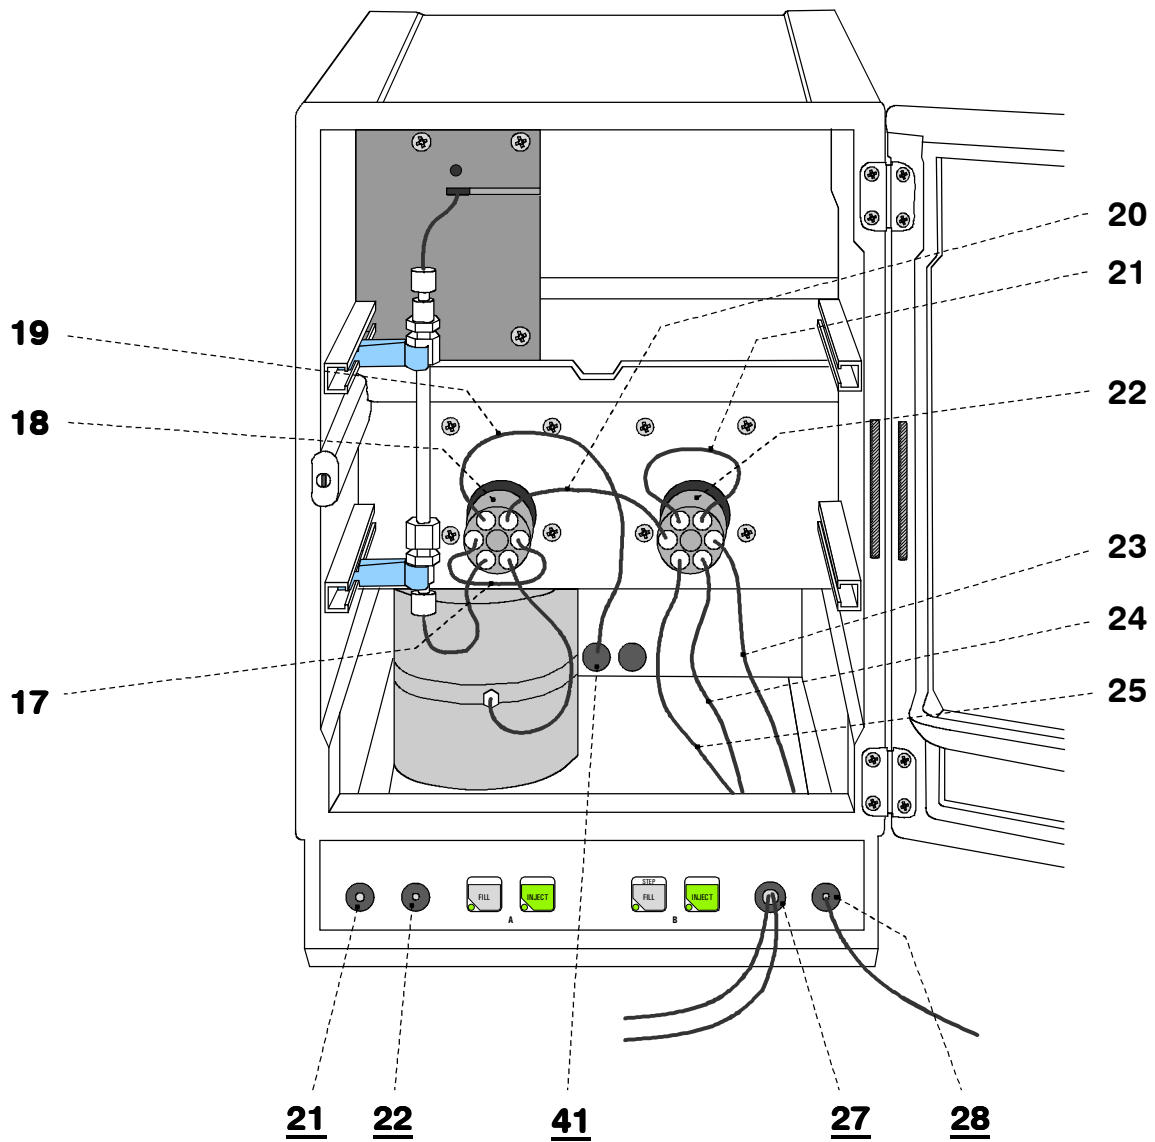
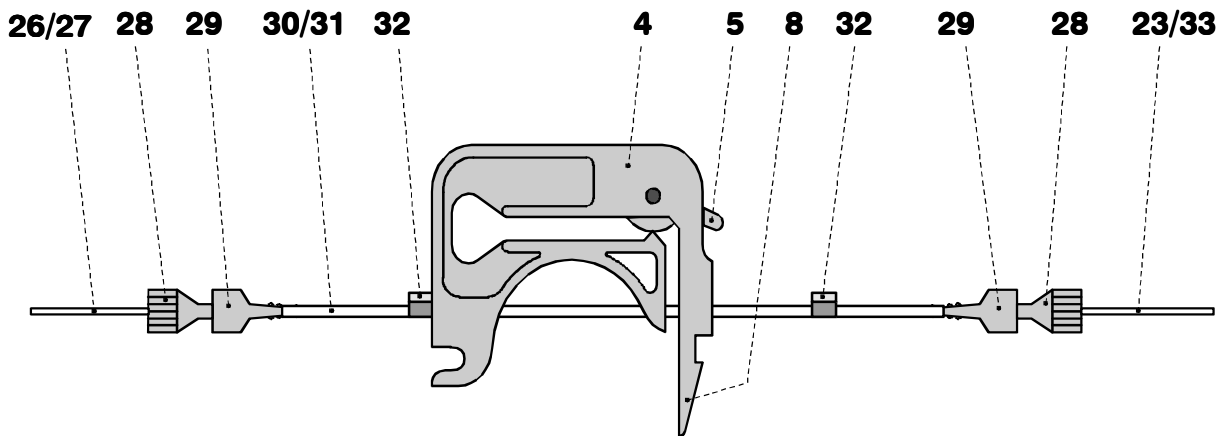
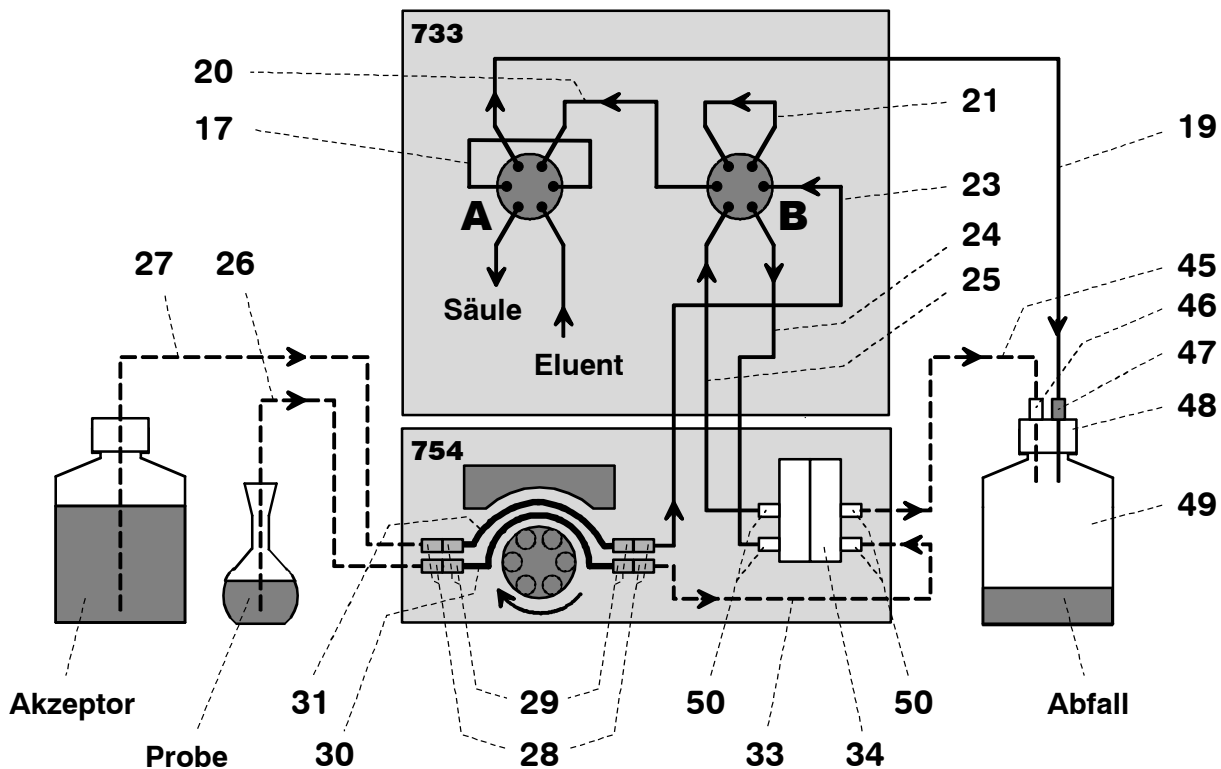

Abb. 5: Innenraum des IC Separation Centers 733.0020
Abb. 6: Montieren der Pumpschläuche
Abb. 8: Schema der Schlauchverbindungen
Das IC Separation Center 2.733.0020 ist vorbereitet für den Betrieb mit zwei IC-Säulen. Für den Betrieb mit der Dialysis Unit 754 muss es folgendermassen umgerüstet werden (siehe *Abb. 5* und *Abb. 8*):
An der Dialysis Unit 754 müssen die Schlauchkassetten mit den Pumpschläuchen montiert werden. Gehen Sie dazu wie folgt vor (siehe *Abb. 5* und *Abb. 8*):
- Pumpschlauch **31** (6.1826.030) für die Förderung der Akzeptorlösung gemäss *Abb. 6* in die erste Schlauchkassette einlegen. Der orange-gelbe Stopper **32** muss dabei in der entsprechenden Halterung auf der linken Seite der Schlauchkassette einrasten.
- Am Ende des aus der Durchführung **28** herausgeführten PEEK-Kapillarschlauchs **23** (siehe *Abb. 5*) eine PEEK-Druckschraube **28** (6.2744.010) montieren und diese auf die Kupplung **29** (6.2744.030) aufschrauben (siehe *Abb. 6*).
- Kupplung **29** auf das Ausgangsende des Pumpschlauchs **31** aufstecken (siehe *Abb. 6* und *Abb. 8*).
- An einem Ende des Ansaugschlauchs **26** eine PEEK-Druckschraube **28** (6.2744.010) montieren und diese auf die Kupplung **29** aufschrauben (siehe *Abb. 6*).
- Kupplung **29** auf das Eingangsende des Pumpschlauchs **31** aufstecken (siehe *Abb. 6* und *Abb. 8*).
- Am Ende des PTFE-Kapillarschlauchs **33** (6.1803.050, $L = 20$ cm) eine PEEK-Druckschraube **28** (6.2744.010) montieren und diese auf die Kupplung **29** (6.2744.030) aufschrauben (siehe *Abb. 6*).
- Kupplung **29** auf das Ausgangsende des Pumpschlauchs **30** aufstecken (siehe *Abb. 6* und *Abb. 8*).
- An einem Ende des Ansaugschlauchs **27** eine PEEK-Druckschraube **28** (6.2744.010) montieren und diese auf die Kupplung **29** aufschrauben (siehe *Abb. 6*).
- Kupplung **29** auf das Eingangsende des Pumpschlauchs **30** aufstecken (siehe *Abb. 6* und *Abb. 8*).
Zum Anschluss der Dialysezelle an das IC-System gehen Sie wie folgt vor (siehe Abb. 8):
- Am Ende des aus der Durchführung **27** herausgeführten PEEK-Kapillarschlauchs **24** (siehe Abb. 5) eine PVDF-Druckschraube **50** (6.2744.000) montieren.
- Am Ende des aus der Durchführung **27** herausgeführten PEEK-Kapillarschlauchs **25** (siehe Abb. 5) eine PVDF-Druckschraube **50** (6.2744.000) montieren.
Die Abfallflasche für die Aufnahme von Probe und Akzeptorlösung wird wie folgt an das IC-System angeschlossen (siehe *Abb. 8*):